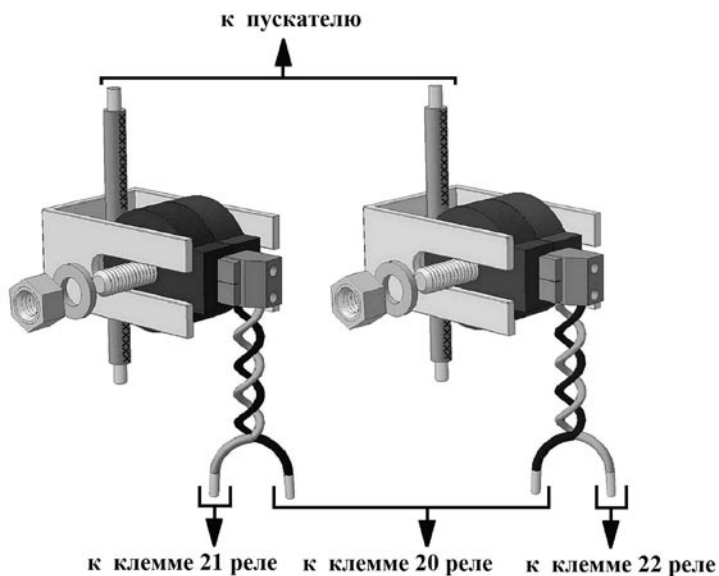

Рис. 4.3. Общий вид датчиков тока
Датчик тока (рис. 4.3) представляет собой малогабаритный трансформатор. Первичной обмоткой является фазный провод, соединяющий пускатель и двигатель. Вторичная обмотка намотана на катушку, размещенную в пластмассовом корпусе с выходными клеммами. Магнитопроводом служат стальные скоба и ось. Конструктивно они выполнены так, что с их помощью датчик крепится непосредственно на изолированном фазном проводе. Датчик тока имеет три исполнения (табл. 4.1), определяемые диапазонами номинальных токов двигателей.
6.2.2 Закрепить датчики тока необходимого исполнения на двух фазных проводах, соединяющих пускатель и двигатель (см. рис. 4.3).